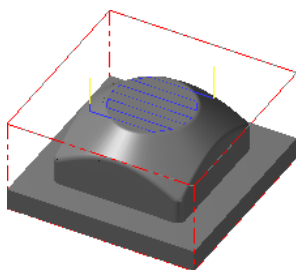

图 6.12 刀具路径
(5) 单击“定义刀具—机床群组-1”对话框中的  按钮，完成刀具参数的设置。
Step6. 设置曲面参数。在“曲面精加工平行铣削”对话框中单击 **曲面参数** 选项卡，选中  **退刀向量 (U)** 复选框并单击该按钮，在系统弹出的“方向”对话框的 **进刀向量** 区域的 **垂直进刀角度** 文本框中输入 0，在 **进刀引线长度** 文本框中输入 16；在 **退刀向量** 区域的 **提刀角度** 文本框中输入 0，在 **退刀引线长度** 文本框中输入 16，单击  按钮完成参数设置。
Step7. 设置精加工平行铣削参数。在“曲面精加工平行铣削”对话框中单击 **粗加工平行铣削参数** 选项卡，然后在 **大切屑间距 (M)** 文本框中输入值 8；在 **切削方式** 下拉列表中选择 **双向** 选项。
Step8. 单击“曲面精加工平行铣削”对话框中的  按钮，同时在图形区生成图 6.12 所示的刀具路径。